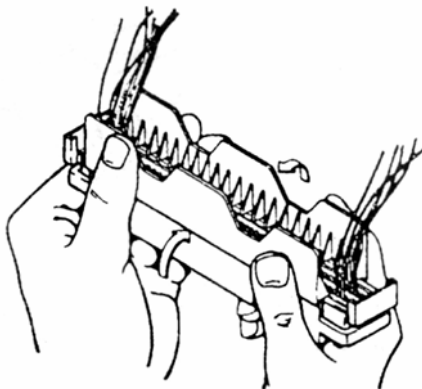

Рис. 7.3. Полная запрессовка модуля в капсулу
7.1.2. Для окончательной запрессовки одеть инструмент на капсулу и сжать его ушки в трех местах до их плотного смыкания (рис. 7.3).